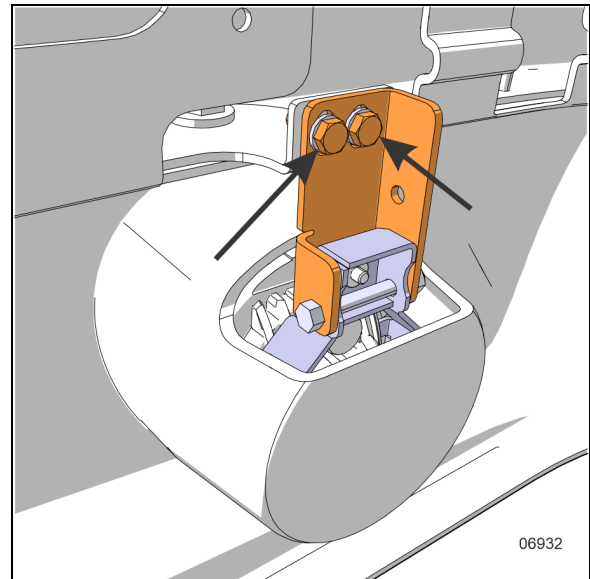

**FIGURA 101: INSTALACIÓN DE LA LUZ ANTINIEBLA**
9. Asegure el cableado con un amarre de cable como se muestra en Figura 101.